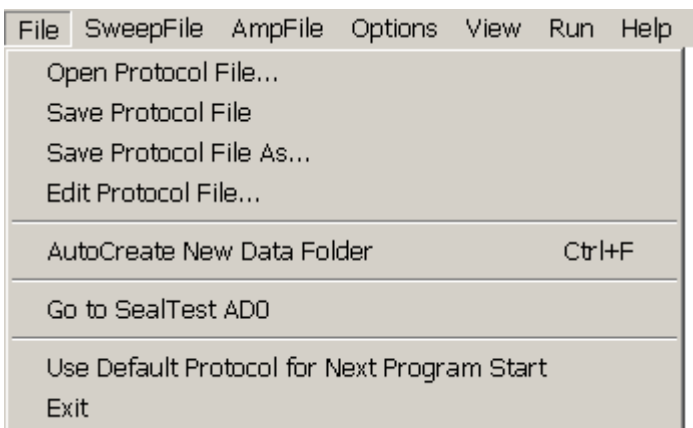

Fig. 3.2.1. Protocol File Menu
- 1) Protocol **F**ile Menu (Fig. 3.2.1)